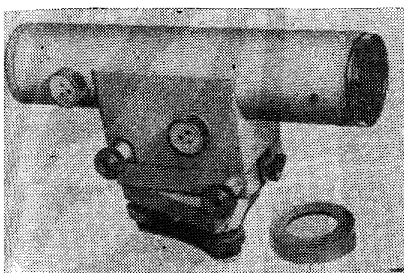

Рис. 15. Нивелир H2
3.8. Нивелир H2 (рис. 15) предназначен для производства нивелирования II класса, может применяться для наблюдения за осадками и деформациями зданий и сооружений и при высокоточном монтаже оборудования.